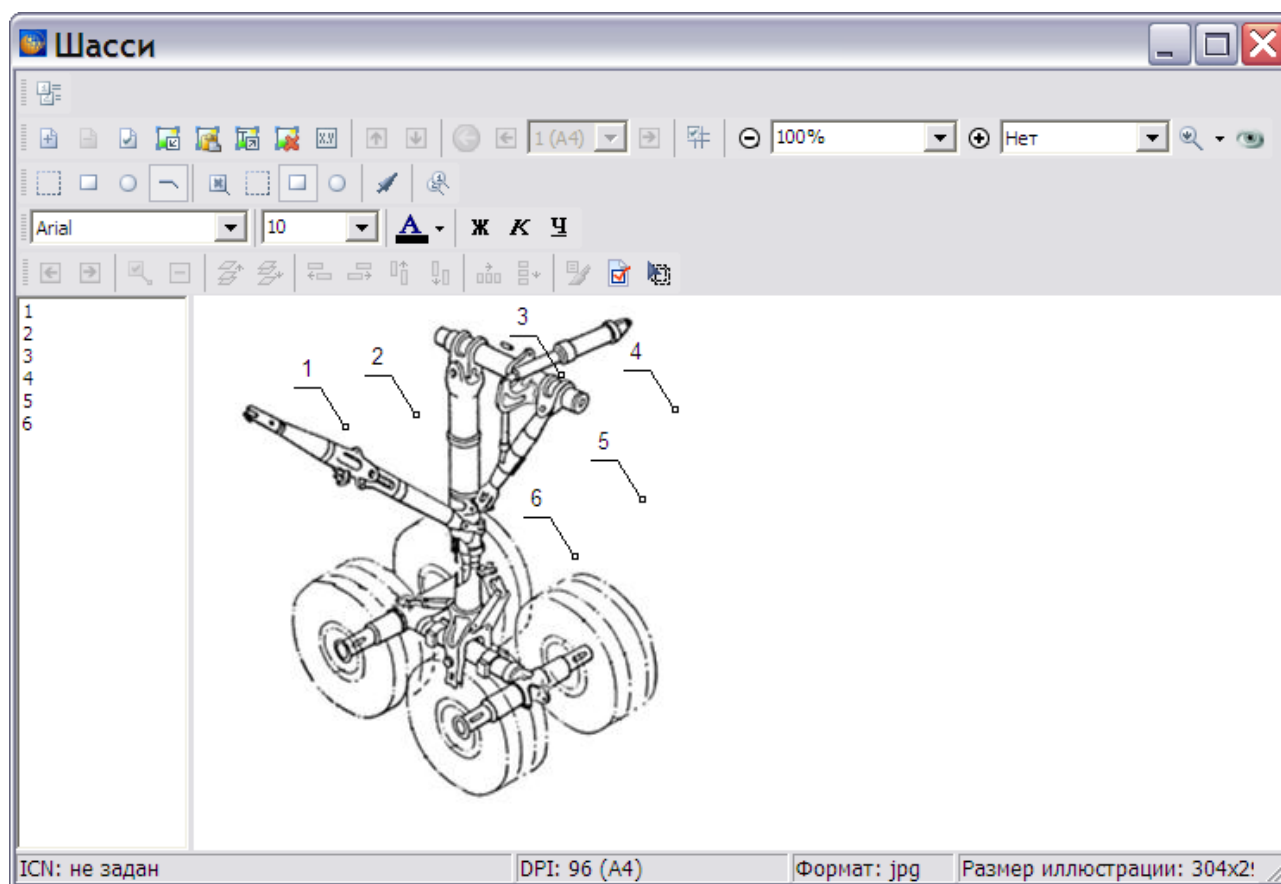

Рис. 5.127
2. Проставьте выноски, как показано на Рис. 5.127. По умолчанию надписи в выносках начинаются с 1 и увеличиваются на 1 каждый раз. При остановке процесса и его возобновлении нумерация выносок начинается с номера, следующего за наибольшим существующим.